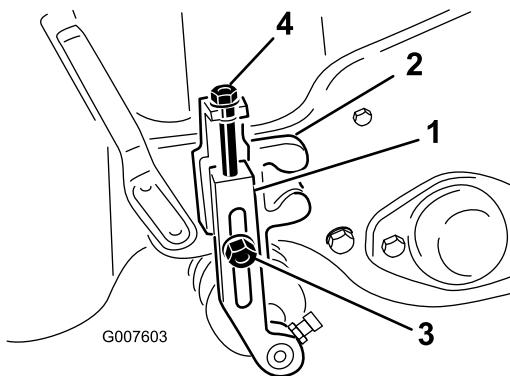

図 54
2. 刈り高アームを刈り高ブラケットに固定しているロックナットをゆるめる図 54。